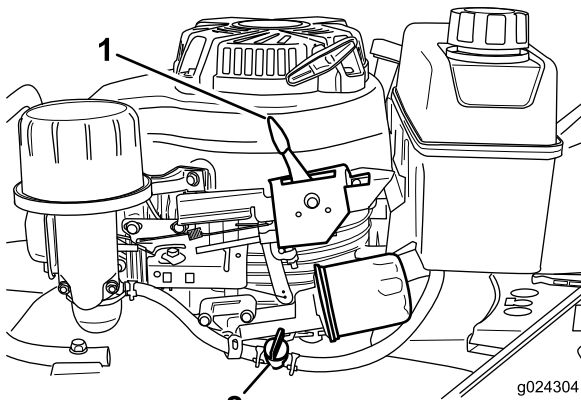

Figura 13
2. Aprite la valvola del carburante (Figura 13).
3. Portate la leva dell'acceleratore (Figura 13) in posizione Starter.
Rilasciate la barra di comando della lama e spostate la leva del comando dell'acceleratore (Figura 13) in posizione Stop.
**Nota:** Chiudete la valvola del carburante (Figura 13) se non prevedete di avviare il motore a breve.